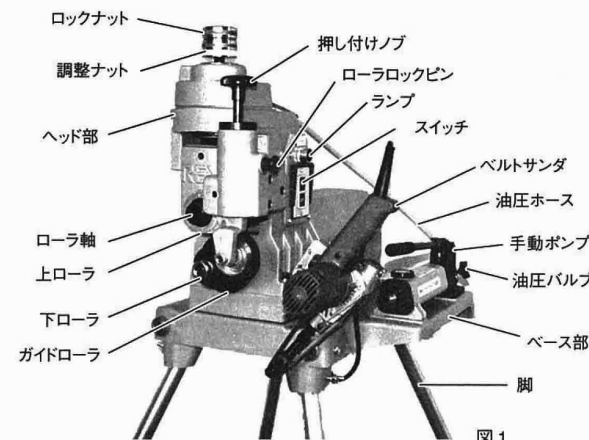
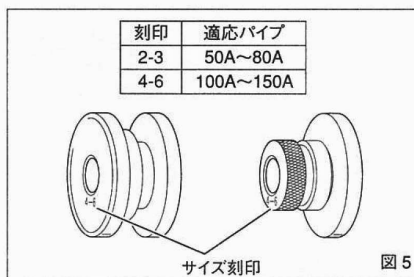

図1
図5
- ① パイプに合ったローラを使用してください。(図1、図5参照)
② ローラの交換
- ・パイプサイズに合ったローラに交換してください。出荷時は、100A～150A用のローラがセットされています。50A～80Aの加工時は、以下の手順でローラの交換を行ってください。(図5)